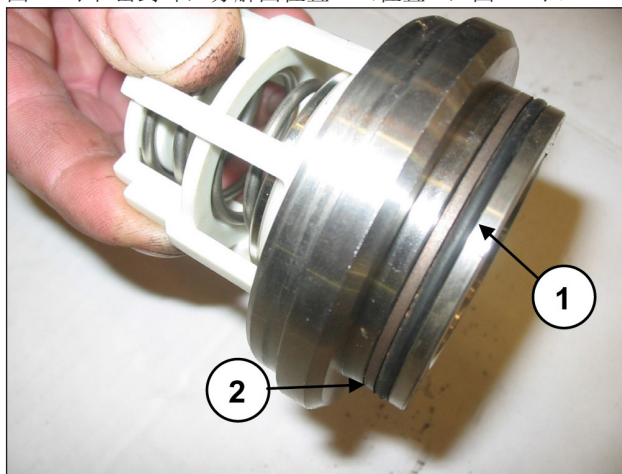

图 106
在排出阀座上安装O形环，分解图位置5（位置①，图 106）和密封环，分解图位置15（位置②，图 106）。